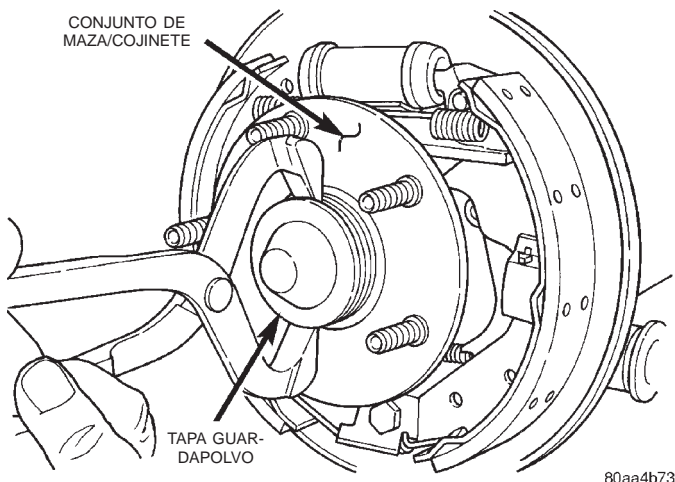

Fig. 92 Tapa guardapolvo de maza/cojinete
(1) Eleve el vehículo sobre gatos fijos o céntralo sobre un elevador. Consulte Elevación en la sección Lubricación y Mantenimiento de este manual.
(2) Retire del vehículo el conjunto de rueda y neumático trasero.
(3) Retire la tapa guardapolvo (Fig. 92) del conjunto de la maza y cojinete trasero.